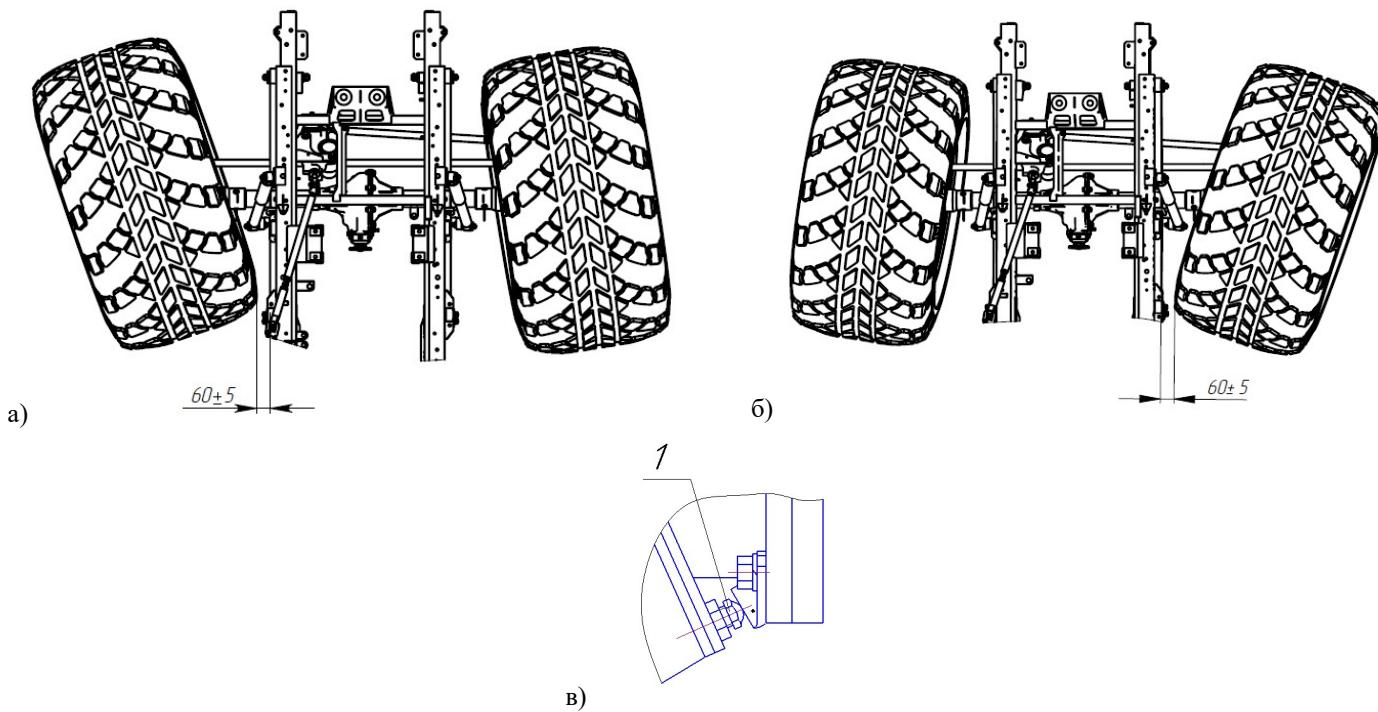

Рис. 6.25. Регулировка углов поворота колес.
Произвести регулировку углов поворота колес переднего моста влево (см. Рис. 6.25 а) и вправо (см. Рис. 6.25 б). Для этого регулировочные болты упоров-ограничителей (Рис. 6.25 в) поворота колес выставить таким образом, чтобы колеса по боковой поверхности шин сзади, при поворотах до упора в регулировочные болты, не доходили до боковых поверхностей рессор на 60 ± 5 мм (Редуктор КР, диск №3, шина 1280 – расстояние от боковой поверхности шин сзади до боковых поверхностей рессор – 115 мм).
а) Ослабить «Пробки упоров 1600-3430011», придерживая «Втулку упора 1600-3430012». Вывернуть против часовой стрелки упоры 39294-3430014-10 (рисунок 6.25) ограничительных винтов 1 и 2.
13. При увеличенном зазоре от упорного болта 1 (рисунок 6.25) до балки (более 0,5...1 мм) (колеса ВТС стоят на
б) Поворачиваем руль до упора вправо. Вращаем упор ограничительного винта 1 против часовой стрелки, контролируя при этом расстояние между упорным болтом и упором (рисунок 6.25). Расстояние должно быть не более 0,5...1 мм.
в) Поворачиваем руль до упора влево. Вращаем упор ограничительного винта 2 против часовой стрелки, контролируя при этом расстояние между упорным болтом и упором (рисунок 6.25). Расстояние должно быть не более 0,5...1 мм..